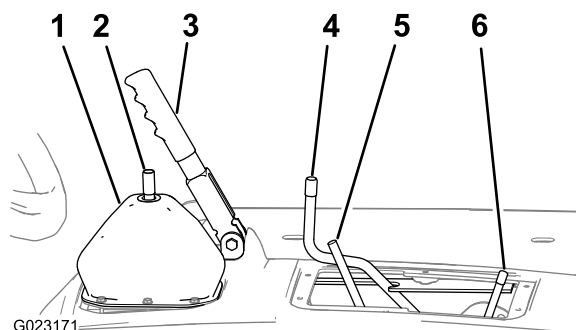

Рисунок 11
1. Убедитесь в том, что стояночный тормоз включен (Рисунок 11).
2. Передвиньте рычаг блокировки дифференциала вперед и вправо, чтобы зафиксировать его во включенном положении (Рисунок 11).